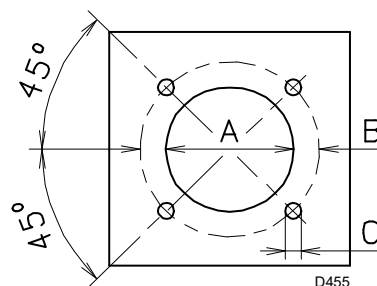

Abb. 11
Die Verschlussplatte der Brennkammer, wie in Abb. 11 durchbohren.
- Den gesamten Brenner in das vorher vorbereitete Bohrloch des Heizkessels einpassen, wie in Abb. 11 dargestellt, und mit den beigegepackten Schrauben befestigen.